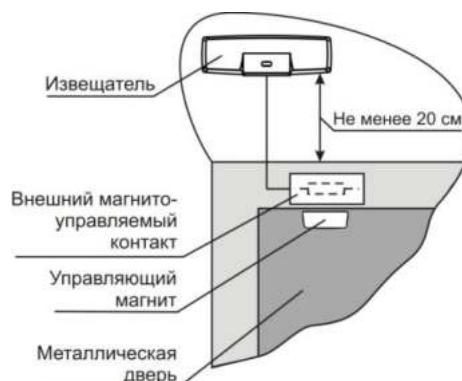

Рисунок 5
- 8.1.4 Вариант размещения извещателя для блокировки металлической двери (рисунок 5).